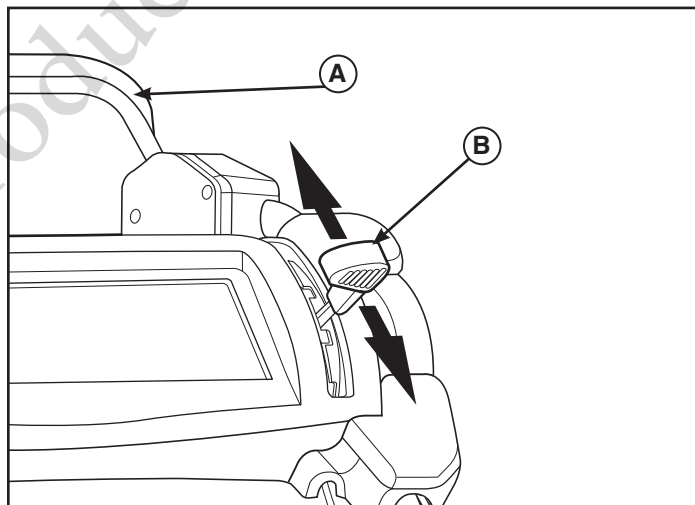

Fig. 6
- Lyft drivreglagestängan (**A**, Fig. 6) upp mot handtaget för att koppla in det bakhjulsdrivna systemet.